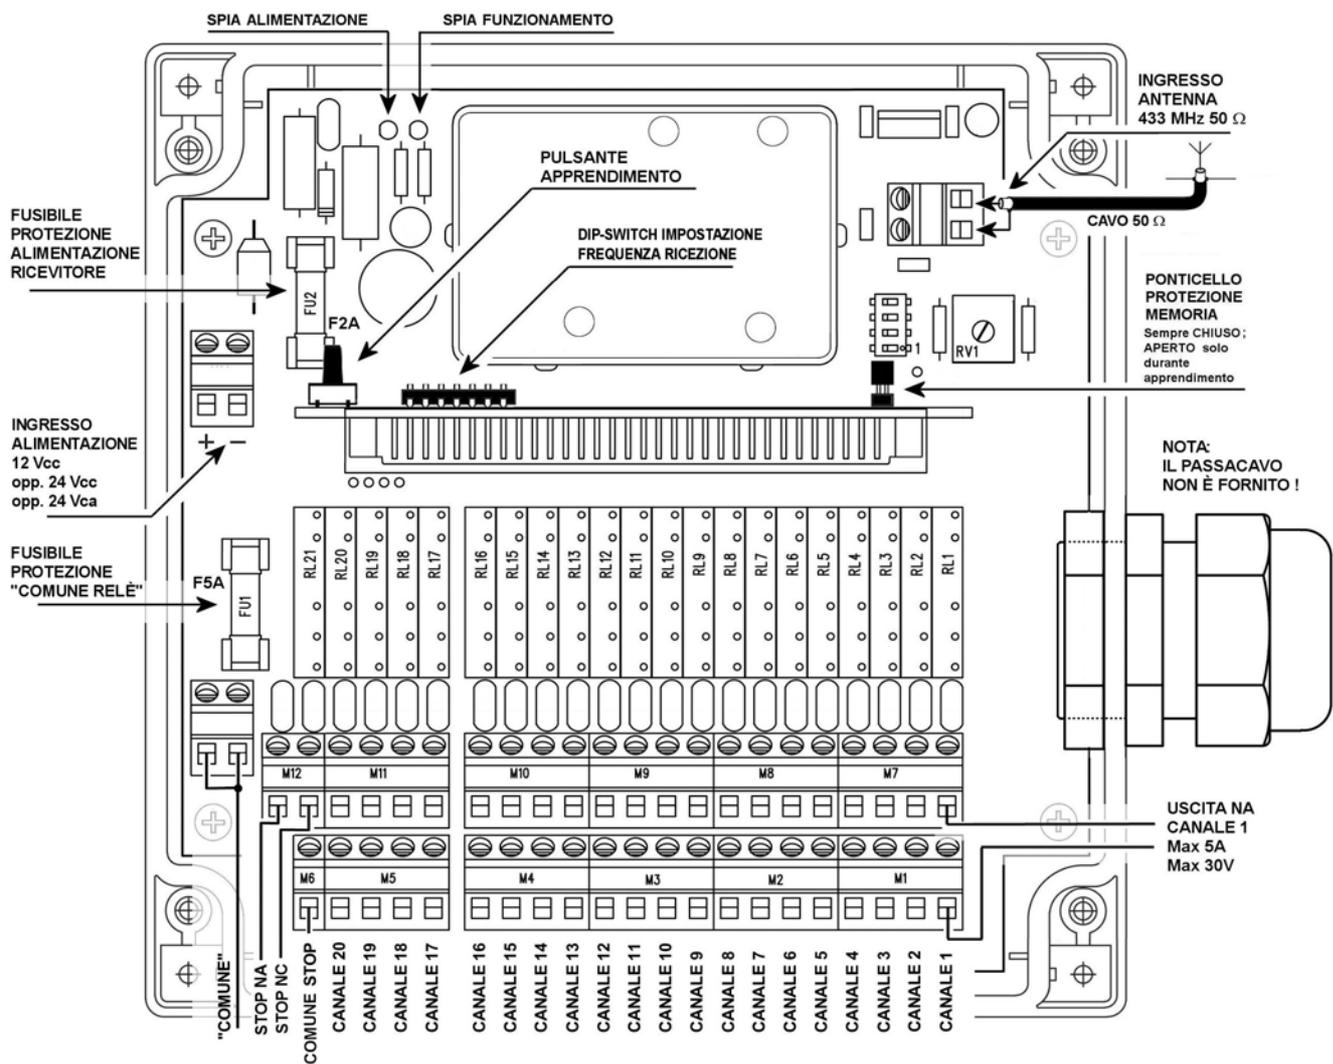

Figura 3 : Ricevitore RPL20 : vista interna
Posto vicino al bordo superiore della scheda di decodifica (vedi Figura 3) impedisce di scrivere nella memoria del ricevitore cioè rende impossibile programmare o cancellare codici
- I contatti di ogni canale fanno capo a morsetti allineati tra loro su due morsettiere diverse (vedi figura 3) p.es. CANALE1 = tra Morsetto1 di M1 e morsetto 1 di M7; solo il relè 21 (se presente) fa eccezione in quanto di esso sono disponibili entrambi i contatti (morsettiera M12 – figura 3).